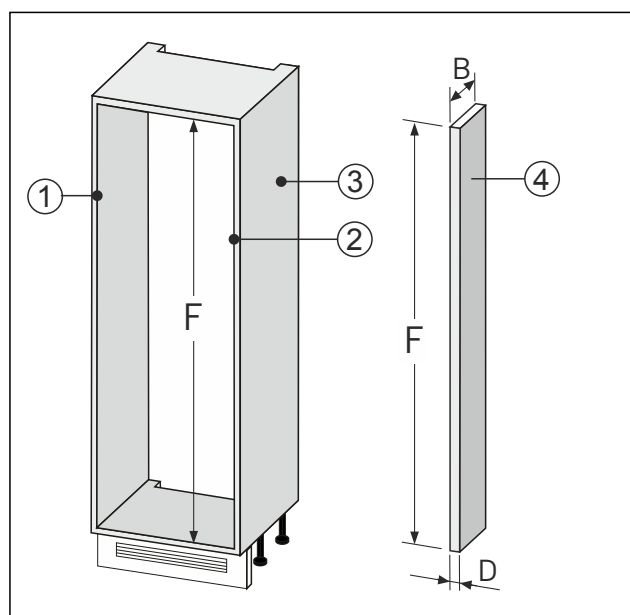

Fig. 86
► Zhotovte stěnové vyrovnání Fig. 86 (4) podle výše uvedených rozměrů.